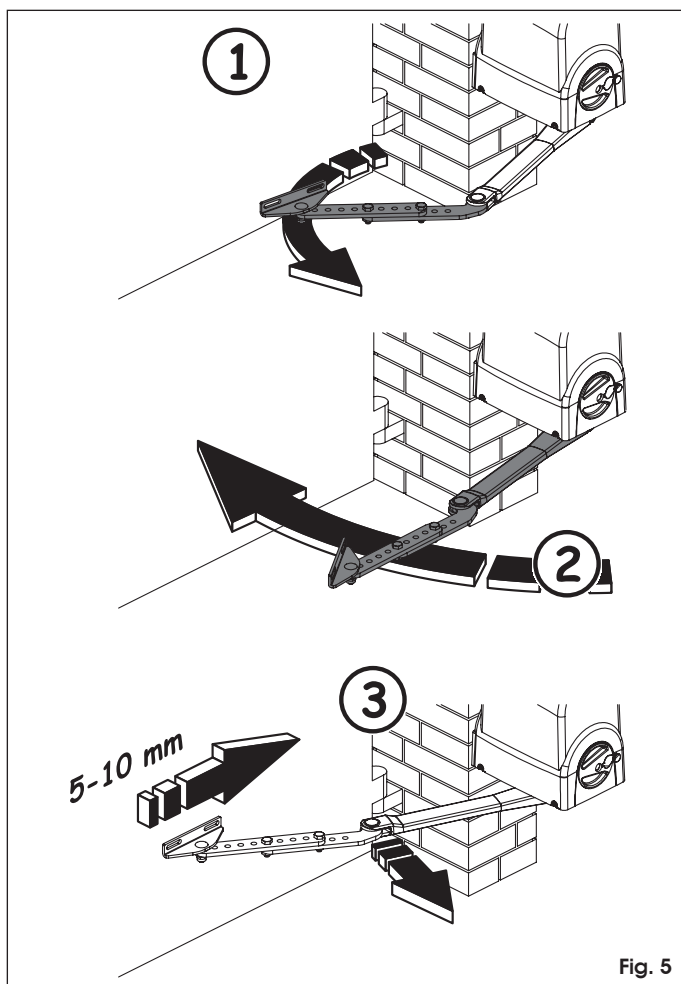

Fig. 5
- Alinee los dos brazos, Fig. 5 ref. ①.
- Gire ambos brazos hasta que la brida anterior entre en contacto con la hoja, Fig. 5 ref. ②, a fin de establecer la posición de fijación.
- Haga retroceder la brida unos 5 - 10 mm, doblando el brazo, y marque las posiciones de fijación, Fig. 5 ref. ③.